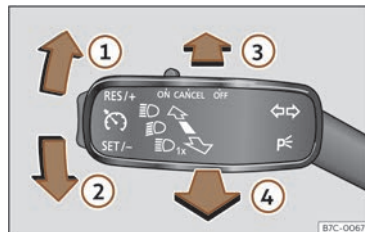

Fig. 80 Levier des clignotants et des feux de route.
- À partir de la position de base, poussez vers l'avant le levier des clignotants et de feux de route >>> fig. 80 ③.
- **OU** : avec l'assistant des feux de route activé, tirez vers l'arrière le levier des clignotants et des feux de route >>> fig. 80 ④.